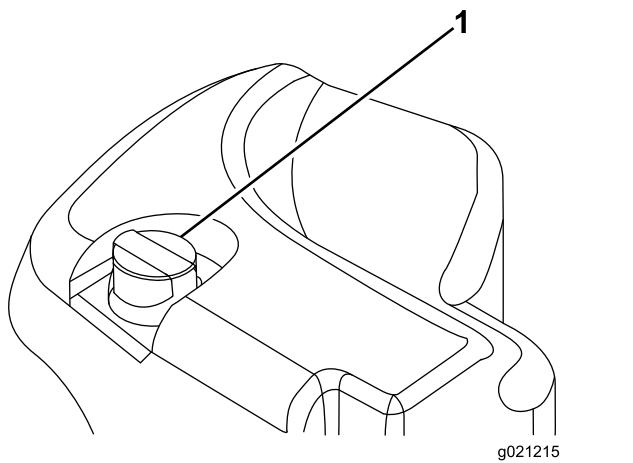

Figura 101
2. Pulite attorno al collo del bocchettone e del tappo del serbatoio idraulico (Figura 101). Togliete il tappo dal collo del bocchettone.